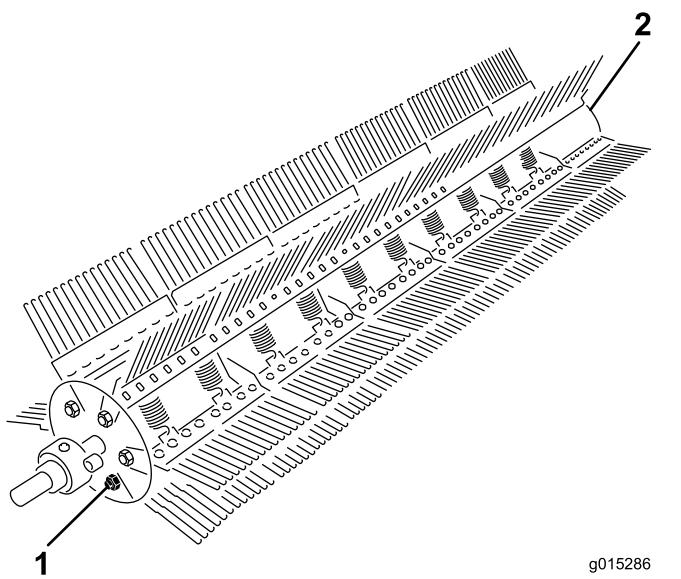

Рисунок 27
- Отверните болт и контргайку с одного конца стержня гребенки (Рисунок 27).